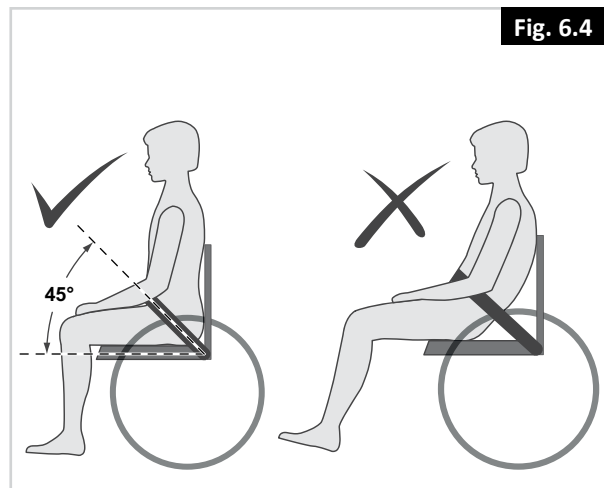

Fig. 6.4
- Normalerweise sollte der Beckengurt so angebracht werden, dass sich die Gurte in einem Winkel von ca. 45° (Fig. 6.4) befinden; wenn er richtig eingestellt ist, darf der Benutzer im Sitz nicht nach unten rutschen.